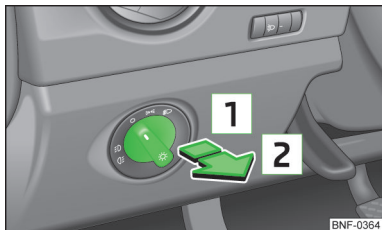

Bild 37
- Vrid ljusomkopplaren » bild 37 till läge eller .
- Vrid ljusomkopplaren » bild 37 på sidan 48 till läge eller .
- Vrid ljusomkopplaren » bild 37 på sidan 48 till läge och lås bilen.